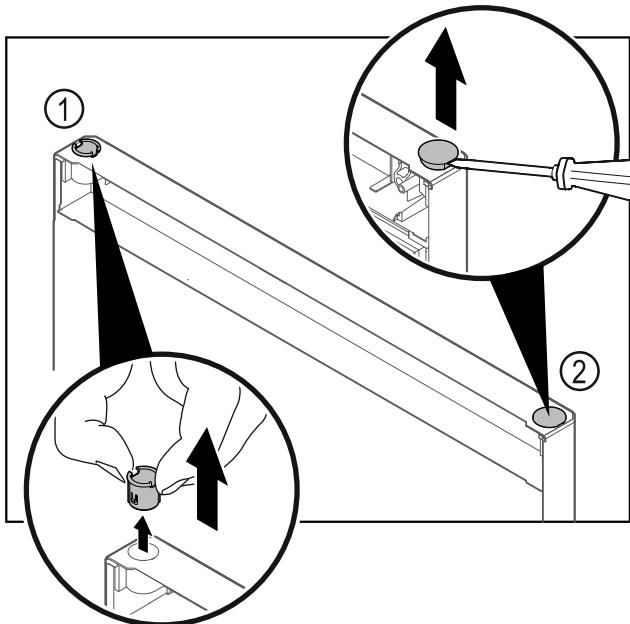

Fig. 27
- Τραβήξτε έξω την υποδοχή μεντεσέ Fig. 27 (1) με τα δάχτυλα.
- Ανασηκώστε προσεκτικά την τάπα Fig. 27 (2) με ένα ίσιο κατσαβίδι και τραβήξτε την έξω.